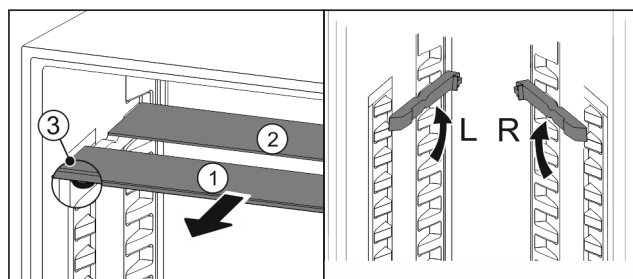

Fig. 198
- estrarre i ripiani di vetro singolarmente tirando in avanti *Fig. 198 (1)*.
- Il piano in vetro *Fig. 198 (1)* con il motivo ornamentale è nella parte anteriore.
- I fermi *Fig. 198 (3)* sono rivolti verso il basso.